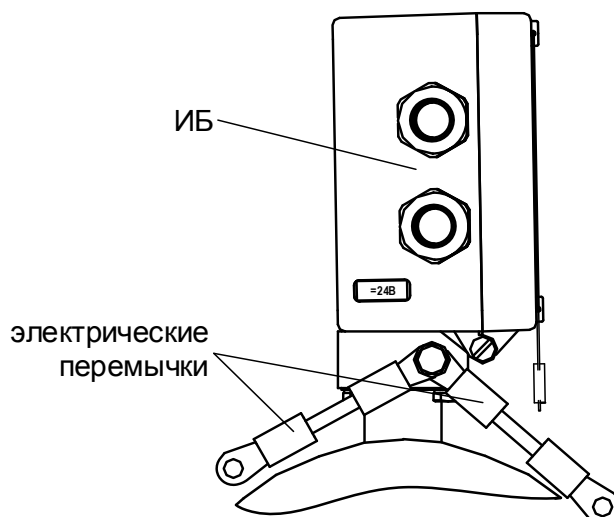

Рис.11. Электрические перемычки на ИБ расходомера.
3.6.3. Только при монтаже ЭМР в металлический трубопровод (рис.А.1, А.5 Приложения А) либо с использованием металлических фланцеванных патрубков (рис.А.6 Приложения А) для обеспечения электрической цепи между ИБ и рабочей жидкостью следует присоединить электрические проводники (перемычки) сечением не менее 4 мм², закрепленные винтом на ИБ (рис.11), с ответными фланцами до и после расходомера.